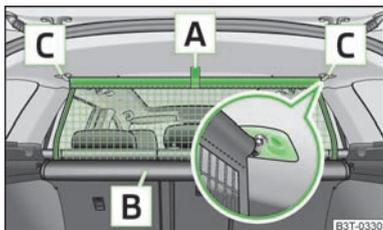

Fig. 79
- › Tirare la rete di separazione dalla linguetta **A** » fig. 79 estraendola dall'alloggiamento **B**, in direzione dei supporti **C**.
- › Tirare leggermente la barra trasversale prima da un lato e poi dall'altro all'indietro, estraendola quindi dagli alloggiamenti **C**. » fig. 79